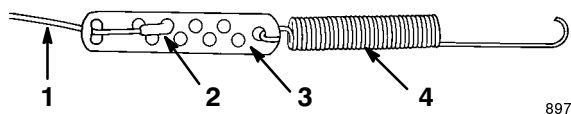

Figure 4
2. Accrochez le ressort au trou rond à l'extrémité du dispositif de réglage du câble (Fig. 4).
3. Fixez l'extrémité du câble au dispositif de réglage comme indiqué à la Figure 4.